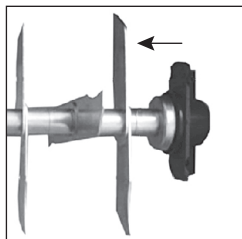

Рис. 6.2
1. Установите крышку подшипника на рабочий вал (рис. 6.2).